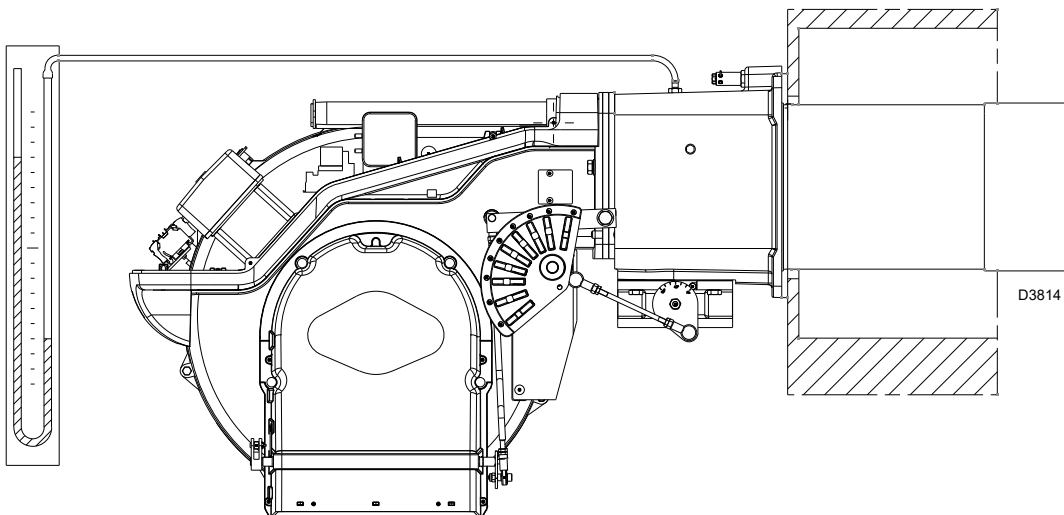

Abb. 24
- Ein U-Rohr-Manometer (Abb. 24) an der Gasdruckentnahmestelle der Muffe montieren. Dies dient dem Ermitteln der ungefähren MAX. Leistung des Brenners anhand der Tab. J auf Seite 23.
Das U-Rohr-Manometer (Abb. 24 auf Seite 27) zeigt den Gaseintritt an der Muffe an.